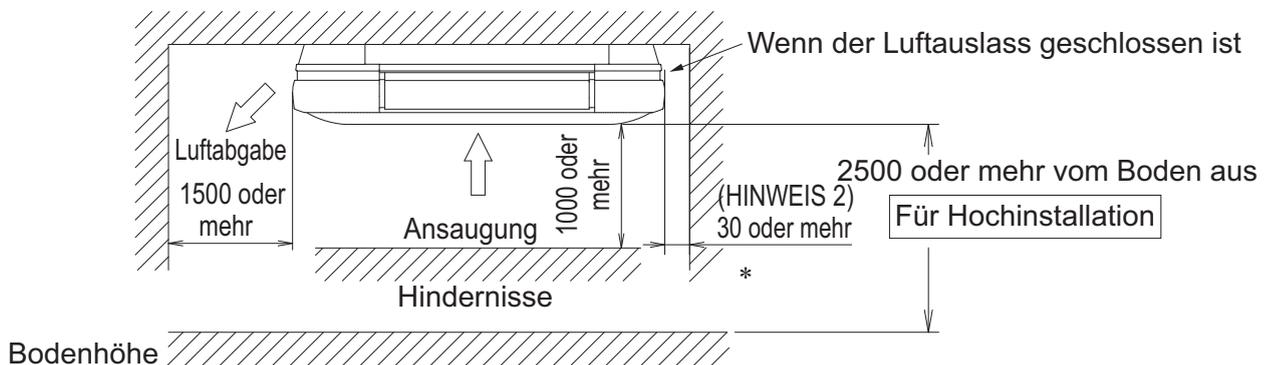
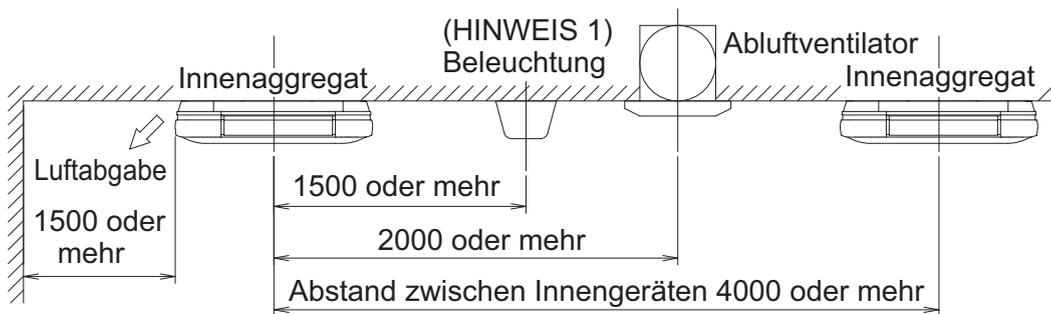

Abb. 1
Abb. 2
(1) Wählen Sie einen Installationsort, der folgenden Bedingungen entspricht und den Wünschen des Kunden entspricht.
- Wo ausreichender Platz für Installation und Service sichergestellt werden kann. **(Siehe Abb. 1 und Abb. 2)**